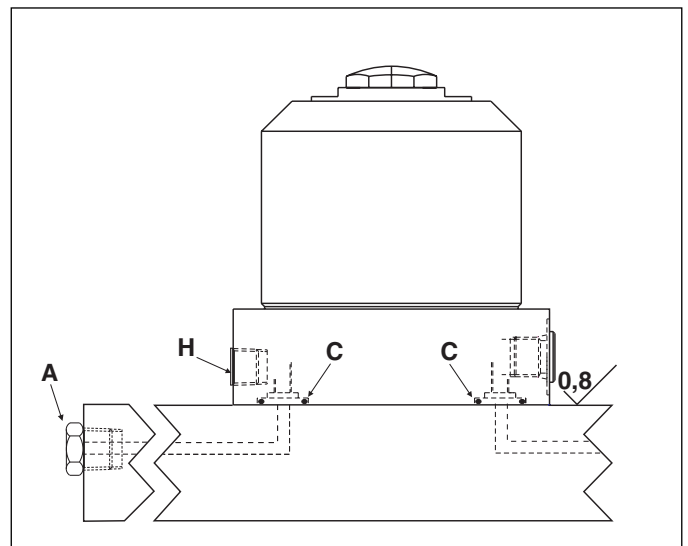

Abbildung 3 - Entlüftung durch den Verteilerrohr-Anschluß / Befestigung des Hydraulik-Verteilerrohrs
3. Die Hydraulikanschlüsse können am seitlichen Anschluß oder am Anschluß des Verteilerrohrs vorgenommen werden. Falls die Hydraulikanschlüsse am Anschluß des Verteilerrohrs vorgenommen werden, müssen zuerst die Verschlussschraube und die Dichtung aus Kupfer vom Anschluß entfernt werden (D). Den mitgelieferten O-Ring (C) leicht einfetten und in der Senkung um den Anschluß anbringen, bevor der Abstützzyylinder montiert und festgeschraubt wird (siehe Abbildung 3). Darauf achten, daß der O-Ring beim Einbau nicht gequetscht oder beschädigt wird, da es andernfalls zu Undichtheiten kommt. Um zu gewährleisten, daß die Befestigungsstelle am Verteilerrohr nicht undicht ist, sicherstellen, daß die Anlagefläche der Vorrichtung innerhalb einer Toleranz von 0,08 mm (0.003 Inch) eben ist und daß die Oberflächenrauheit (R_a) weniger als 0,8 μm (32 μInch) beträgt.
2. Zur Entlüftung kann auch der als Sonderzubehör erhältliche Verteilerrohr-Entlüftungsanschluß (siehe Abbildung 3) verwendet werden.
- 2a. Die Verschlussschraube und die Dichtung aus Kupfer vom Entlüftungsanschluß des Verteilerrohrs (B) entfernen.
- 2b. Den mitgelieferten O-Ring (C) leicht einfetten und in der Senkung um den Entlüftungsanschluß des Verteilerrohrs anbringen.
- 2c. Das Entlüfteranschlußstück (A) vom seitlichen Entlüftungsanschluß entfernen und den Anschluß mit einem 1/8 NPT Stopfen verschließen.